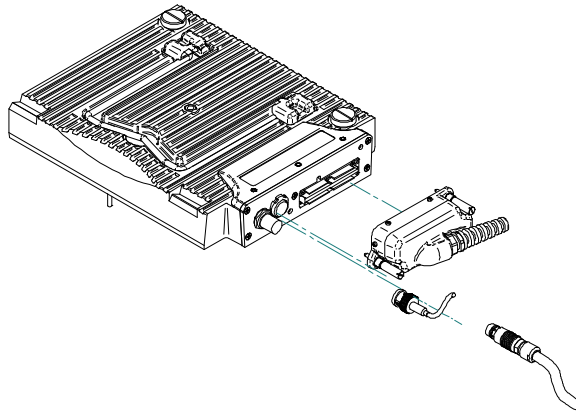

Abbildung L-2 ECA-Modul mit Anschlüssen
1. Richten Sie den Anschluss des Wirbelstrom-Array-Sensors mit Hilfe der Führungsstifte genau mit dem Anschluss EC ARRAY am Modul aus (siehe Abbildung L-2 auf Seite 187).